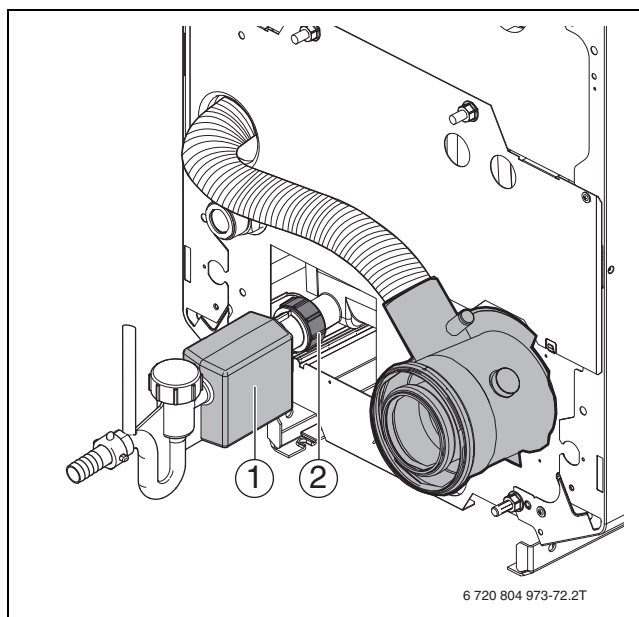

Рис. 63 Чистка конденсатной ванны
- ▶ Подсоедините сифон (→ рис. 63, [1], стр. 38) к штуцеру конденсатной ванны (→ рис. 63, [2], стр. 38).